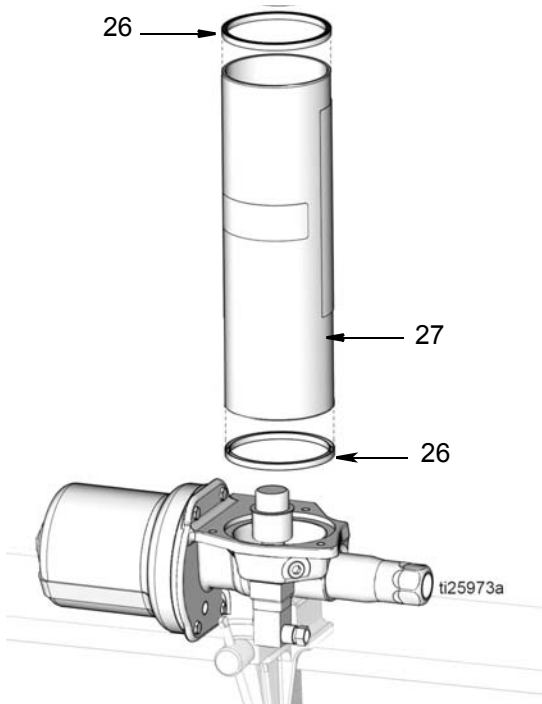

FIG. 56
10. Mettre les joints (26) du réservoir en haut et en bas du réservoir (27) comme montré sur la FIG. 56.